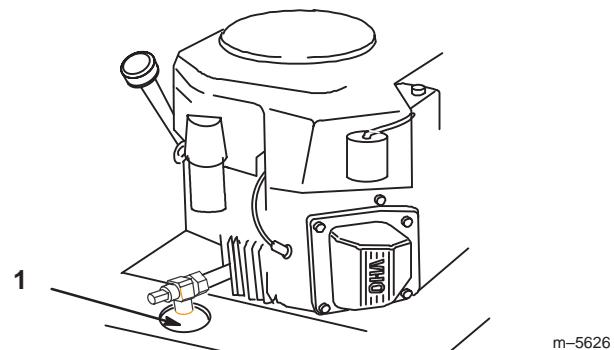

Figure 30
- Placez un bac de vidange sous l'orifice de vidange. Enlevez le bouchon de vidange (Fig. 30).